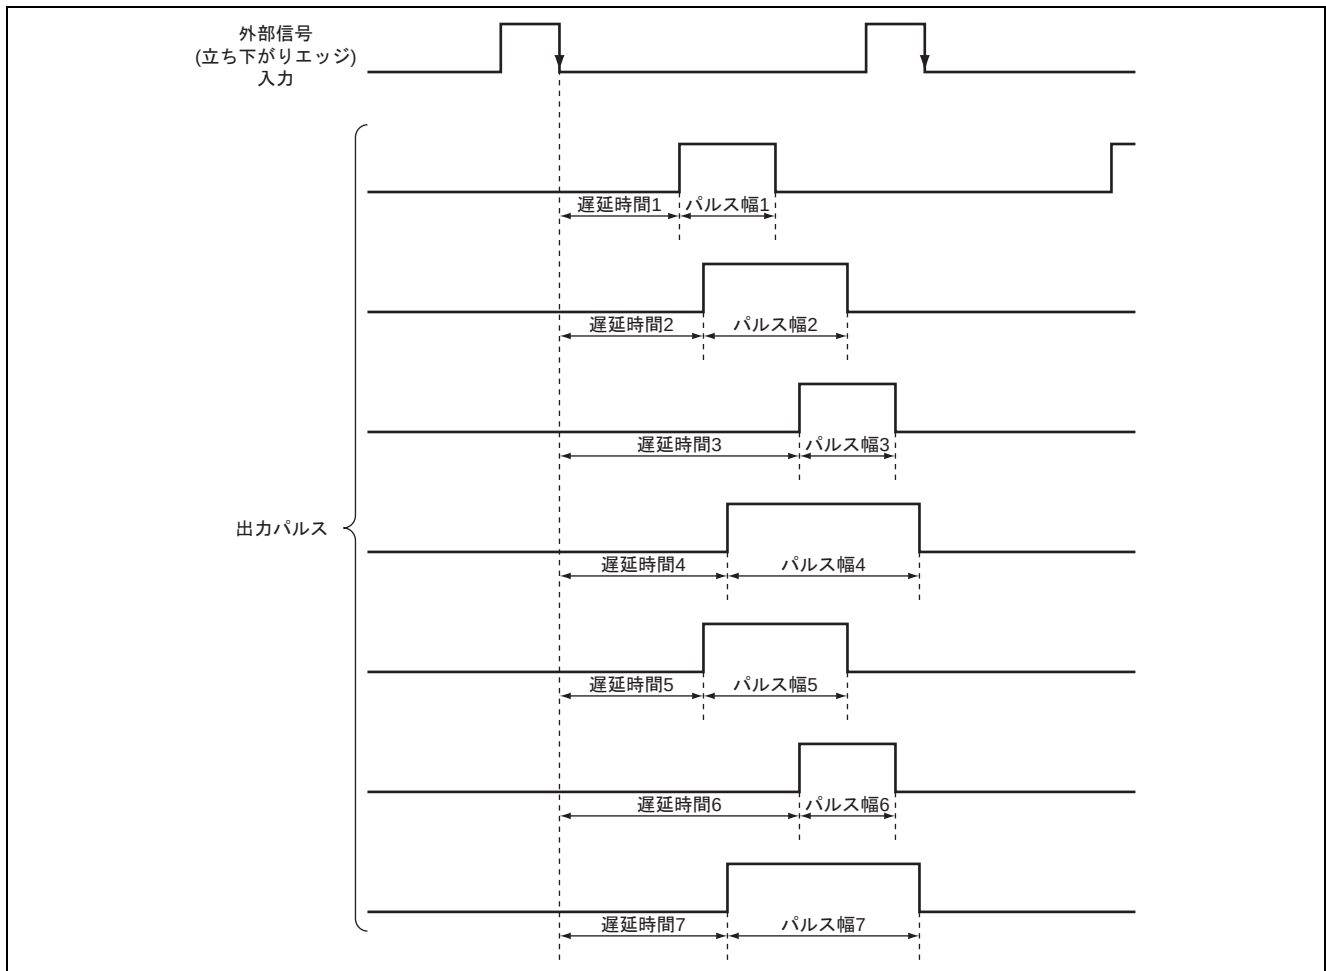

図 1 同期パルス出力例
- (1) 図 1 に示すように外部信号の立ち下がりに同期して 7 相のパルスを出します。
- (2) 外部信号の立ち下がりからの遅延時間およびパルス幅は以下に示す範囲で可変できます。